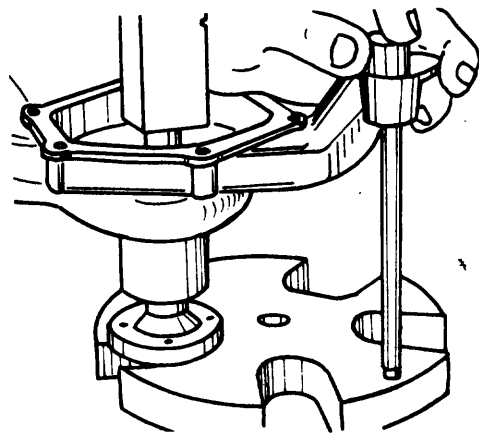

Fig. 4
- e Instale el flanche, utilizando una prensa (fig. 4).